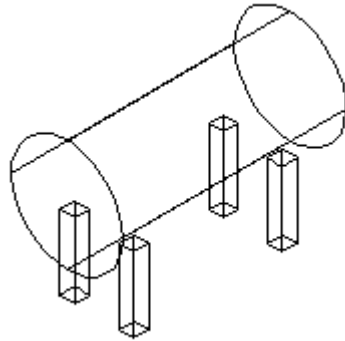

Fig. 12
- **Modelo de alambre 2D (2D Wireframe):** Muestra los objetos utilizando líneas y curvas para representar las aristas (ver Fig. 12).
- Modelo de alambre 3D (*3D Wireframe*): Muestra los objetos utilizando líneas y curvas para representar las aristas. El ícono del UCS se muestra de forma diferente (usa flechas de colores para representar los tres ejes). Los objetos *Rasters* y *OLE*, los tipos y los groesos de las líneas no se ven (ver Fig. 12).